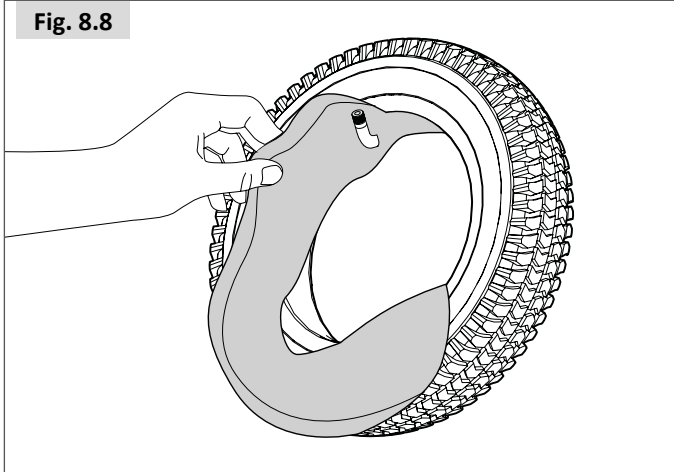

Fig. 8.9
- Vérifiez que tous les composants sont propres avant de les remonter (Fig. 8.9).